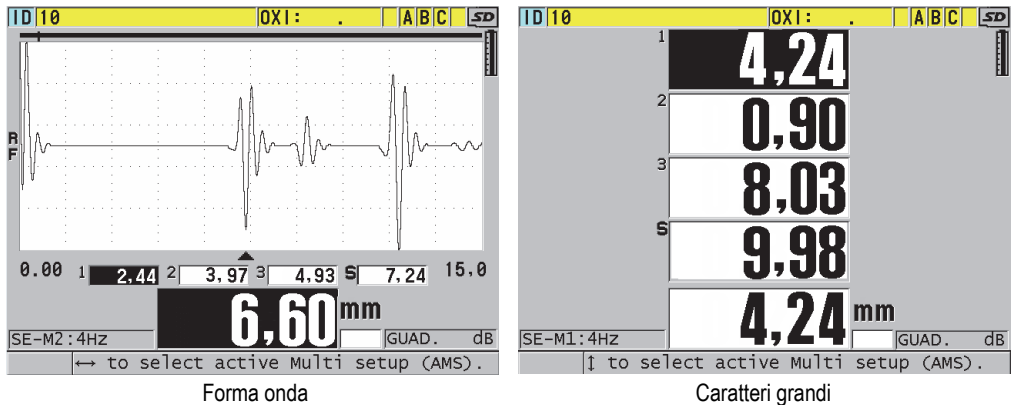

Figura 7-8 Modalità di visualizzazione di misura multipla con tre strati e la somma
- d) Definire il parametro **MOD. VISUALIZZA** come (vedi Figura 7-8 a pagina 125):
- c) Definire **MOD. VISUALIZZA** come **FORMA ONDA** o **CARAT. GRANDE** (vedi Figura 7-8 a pagina 125).